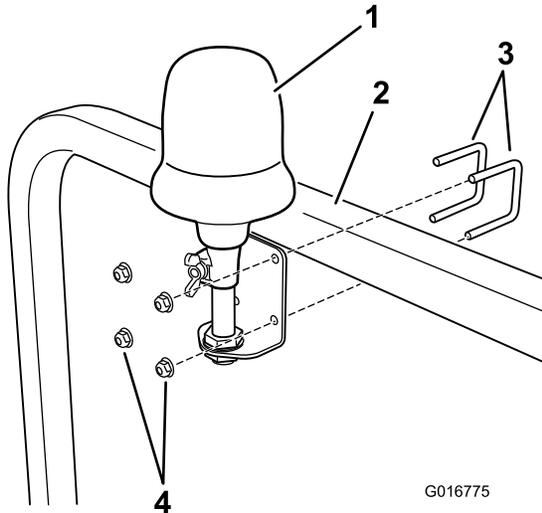

Bild 3
3. Befestigen Sie die Rundumleuchtenhalterung mit den zwei U-Bügeln und vier Sicherungsmuttern an der Strebe des Überrollschatzes (Bild 3).